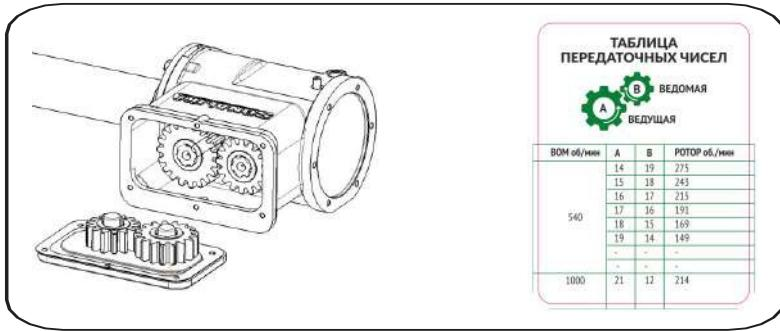

Рис. 18
Машины (Опционально)оснащены коробкой переключения передач (рис. 18).
- При переключении передач следите за тем, чтобы прокладки (рис. 18), установленные за шестернями, не попали в коробку передач.
- Падение запасных частей (рис. 18) внутрь коробки передач может привести к торможению шестерен. На табличке на крышке указано число зубьев пары шестерен, первоначально установленной производителем. На каждой машине с переключением передач имеется табличка с указанием пары передач, установленной в качестве первого оборудования.